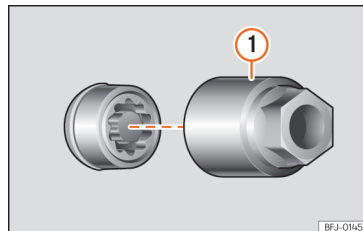

Abb. 44 Diebstahlhemmende Radschraube mit Abdeckkappe und Adapter
- Schieben Sie den Spezialadapter »» **Abb. 44** ① [Bordwerkzeug »» Seite 43] bis zum Anschlag in die diebstahlhemmende Radschraube.